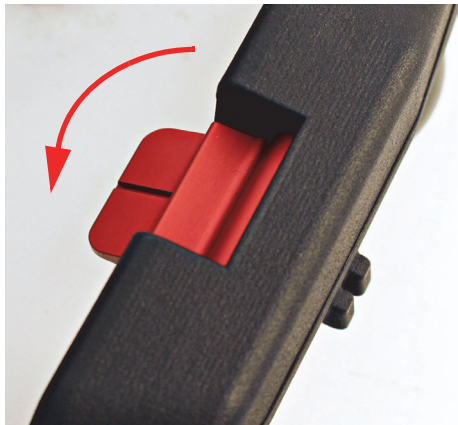

Abbildung 4-2 Bremshebel deaktiviert
- Stellen Sie zur Deaktivierung der Bremse den roten Bremshebel in die unterste Position (Abbildung 4-2 auf Seite 70).